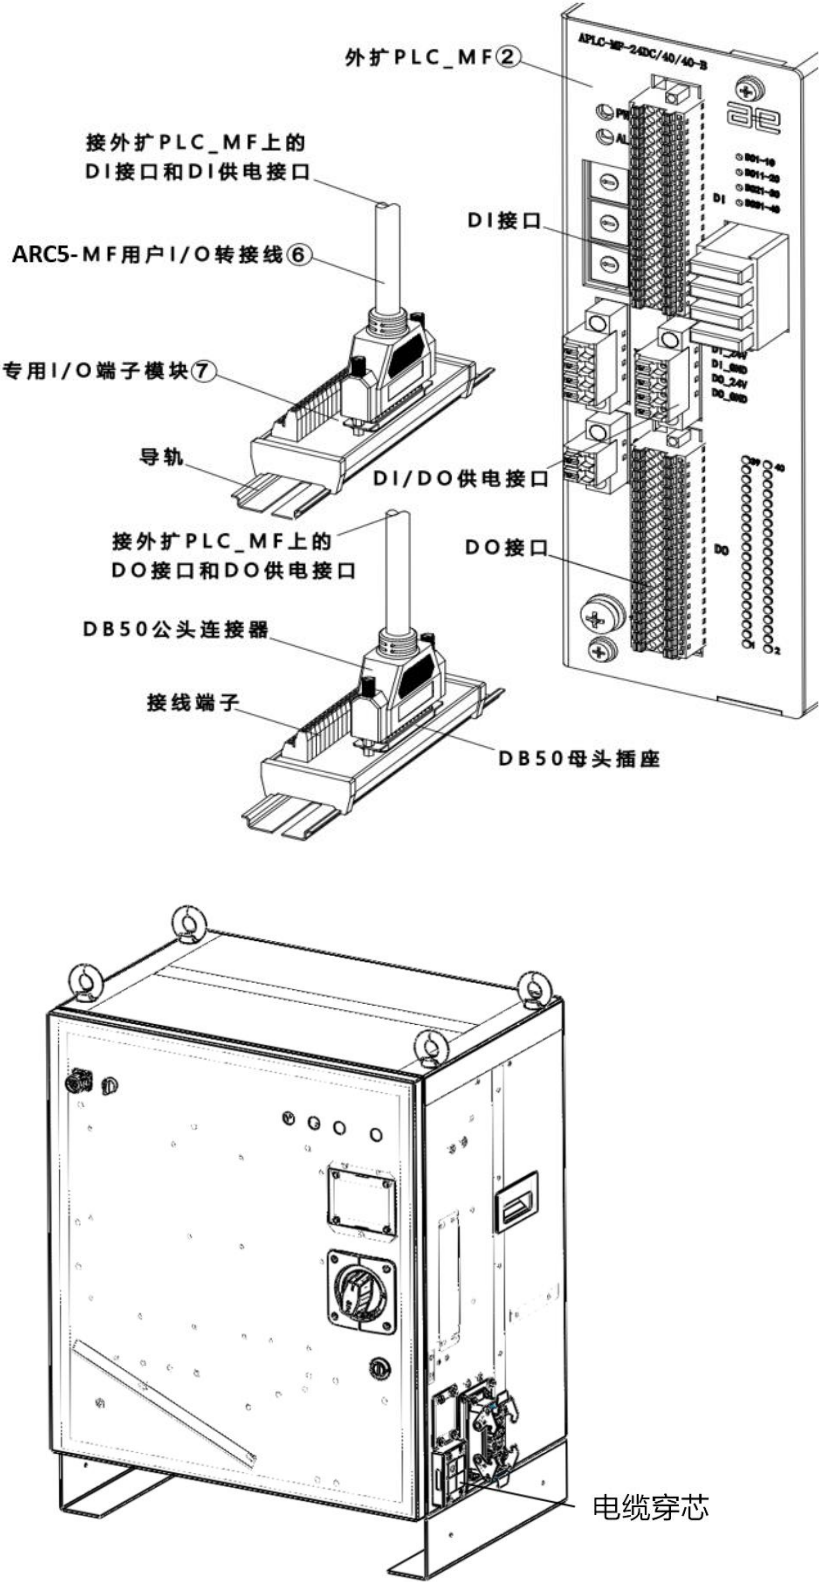

图 20-5 连接用户 I/O 端子示意图
- 步骤4. 将两根 ⑥ ARC5-MF 用户 IO 转接线的一端分别接在 ② 外扩 PLC_MF 上的 DI 接口和 DO 接口上，另一端接在 ⑦ 用户 MF I/O 端子模块上，参考图 20-5。2 根 ARC5-MF 用户 IO 转接线通过控制柜右侧电缆穿芯接出柜体，PLC_MF 波特率设置参考表 19-14。